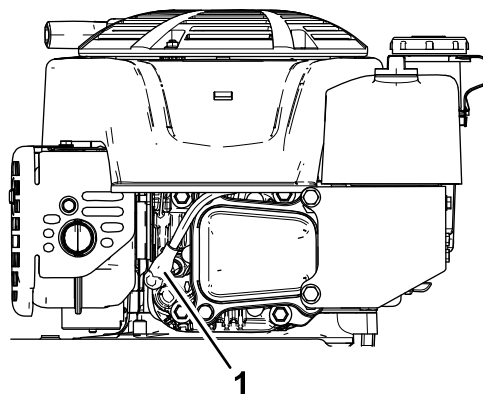

Figura 24
2. Desconecte el cable de la bujía (Figura 24).